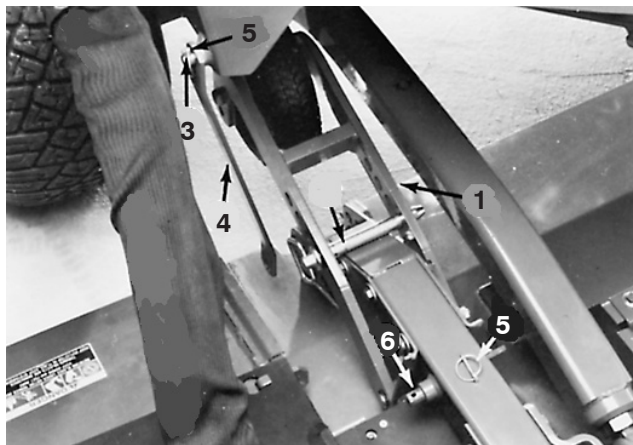

Figure 61
5. Posez la biellette d'inclinaison sur la soudure à droite du groupe de déplacement et fixez-la en place avec la goupille "klik". Placez la biellette de manière qu'elle ne gêne pas le plateau de coupe quand il est relevé. Gardez la goupille "klik" restante à portée de main pour fixer l'autre extrémité de la biellette à la soudure du bras du plateau de coupe (Fig. 61).